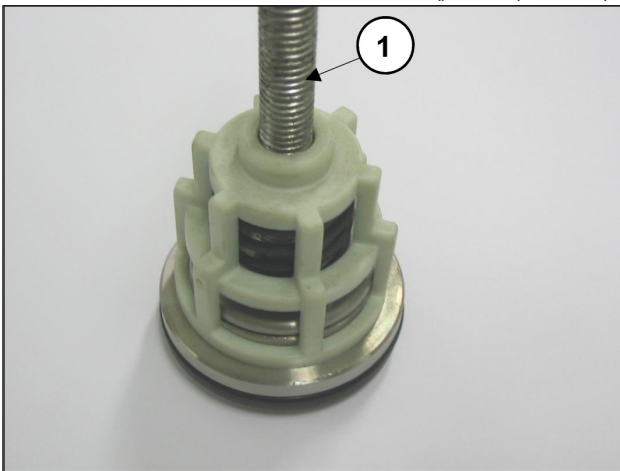

Abb. 17
- Bauen Sie die Saug- und Druckventilgruppen durch Anziehen einer Schraube M10 ausreichender Länge aus, um die Ventilscheibe betätigen und die Ventilfehrung aus dem Ventilsitz herausziehen zu können (, Pos. ④, Abb. 17).